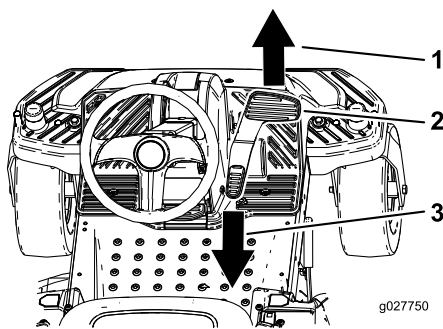

Figure 18
3. Posez le pied sur la pédale de déplacement et appuyez progressivement sur le haut de la pédale pour avancer ou sur le bas pour faire marche arrière (Figure 18).